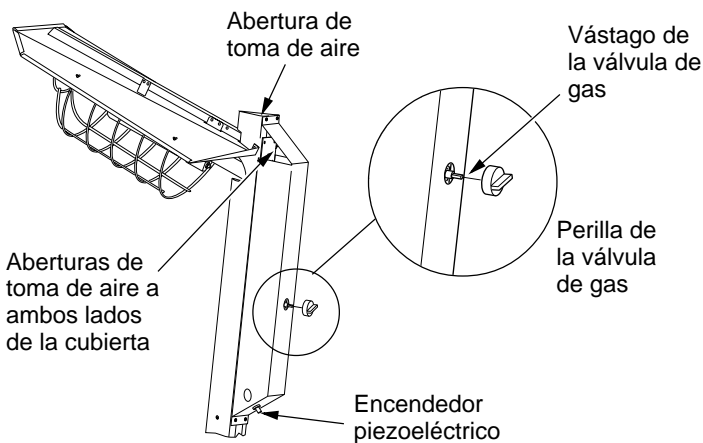

Figura 12: Instalación de la perilla de la válvula de gas
- No bloquee las aberturas de toma de aire, consulte la figura 12, página 18.